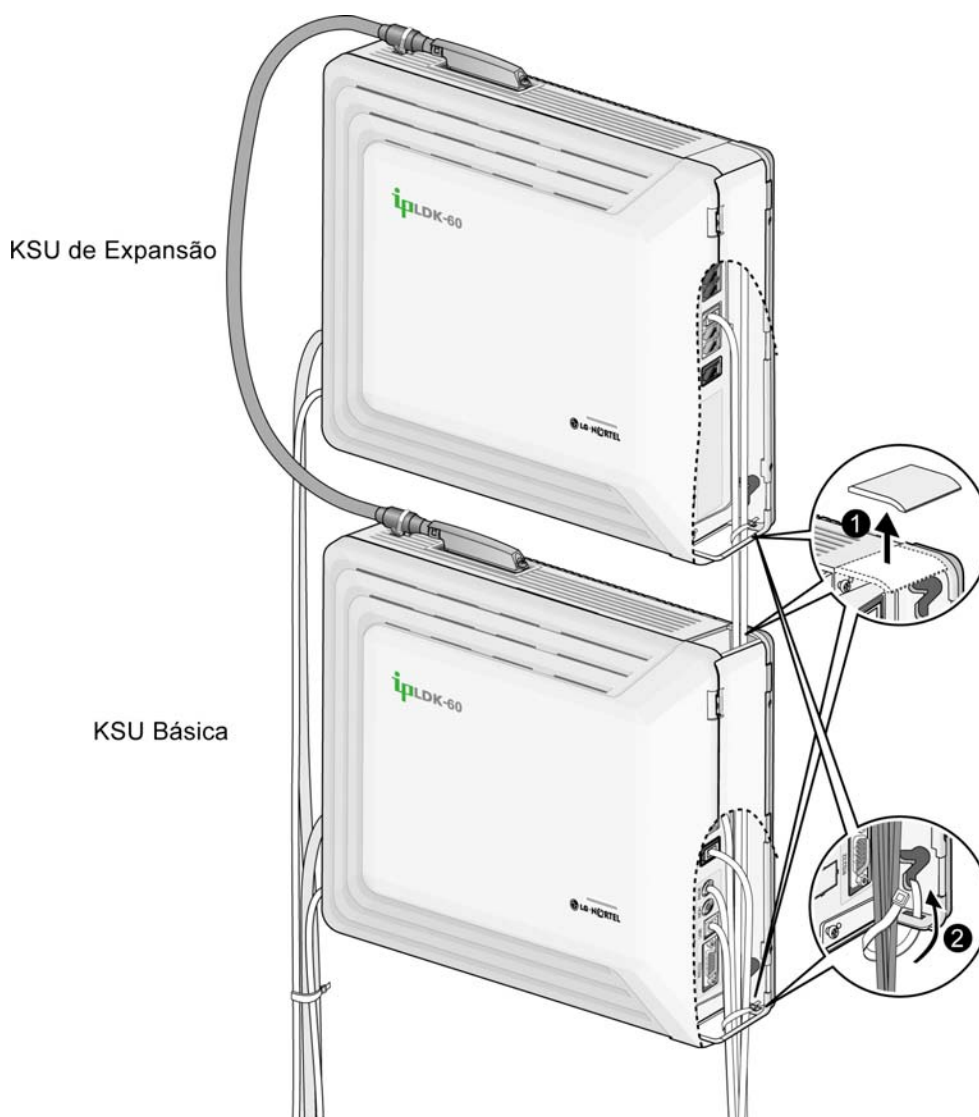

FIGURA 5.2.1 FIAÇÃO PARA MONTAGEM EM PAREDE
2. Conecte os cabos à porta CO/STA e as portas MOH/RS-232C como mostrado na Figura 5.2.1.